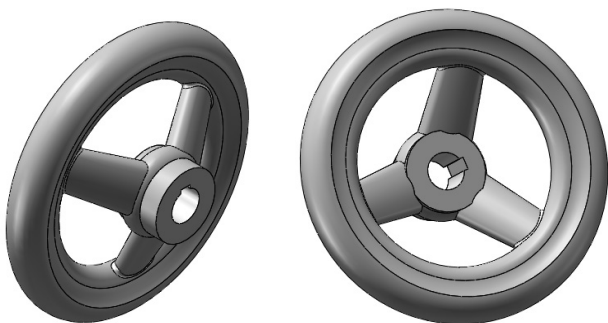

图 3-61 圆轮缘手轮最终效果
② 保存文件。单击“快速访问”工具栏中的“保存”按钮, 将零件保存为“圆轮缘手轮.sldprt”, 最终效果如图 3-61 所示。